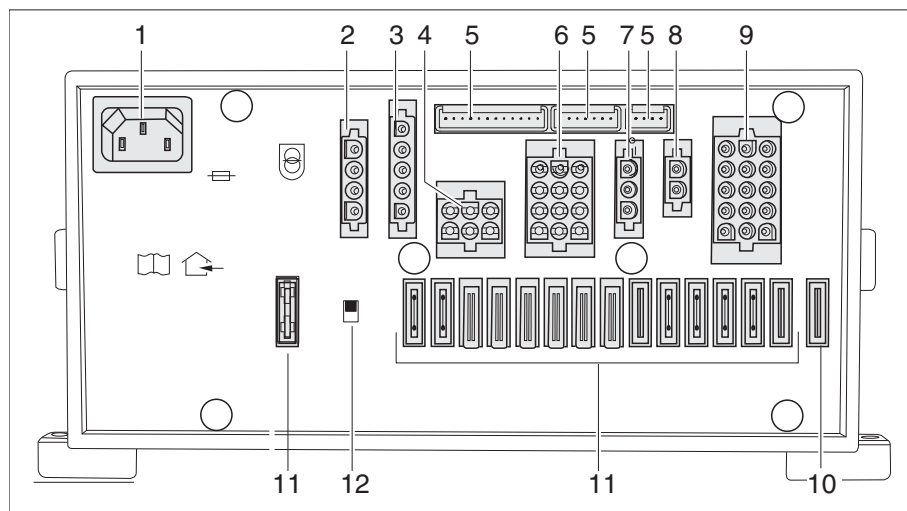

Bild 220 El-block (EBL 111)
- ▷ Batteribrytaren (Bild 220, 12) skiljer alla förbrukare som är anslutna på el-blocket från 12 V-nätet.